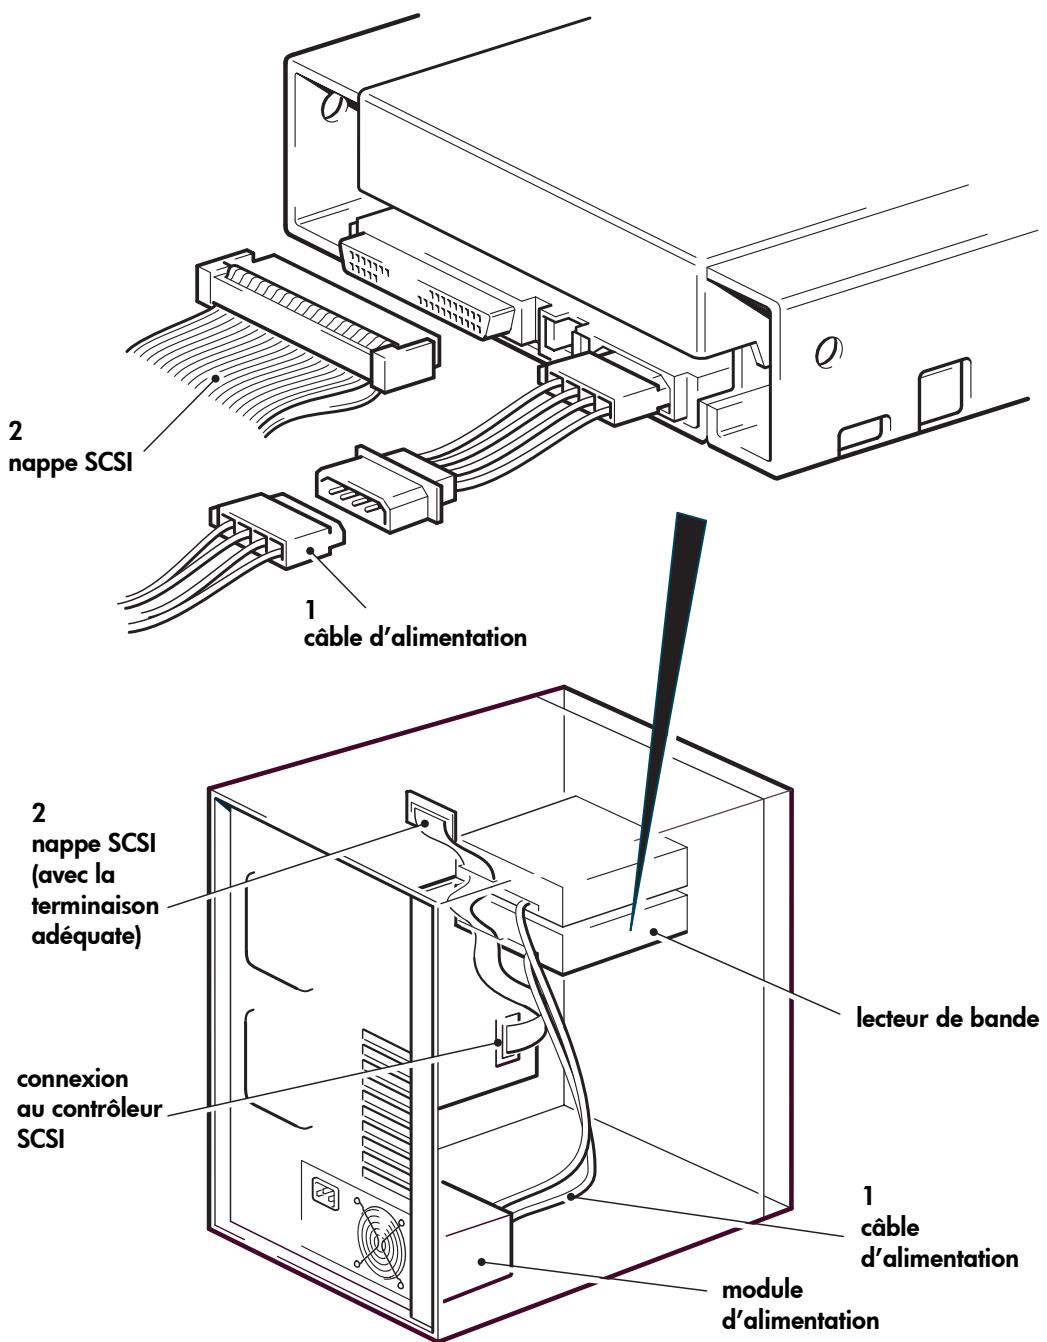

Figure 8 : connexion du câble d'alimentation et du câble SCSI
- 1** Branchez un câble d'alimentation libre provenant de l'alimentation interne du serveur sur le connecteur d'alimentation, comme le montre la figure 8 (point1).
- 2** Branchez un connecteur disponible sur le bus SCSI intégré du serveur ou sur la nappe SCSI de l'adaptateur de bus hôte sur le connecteur SCSI du lecteur, comme indiqué à la figure 8, (point 2).
Par conséquent, si l'adaptateur hôte est le premier périphérique du bus, vous devez vous assurer que la deuxième terminaison est placée après le dernier périphérique, comme indiqué dans la figure 8 (point 2).